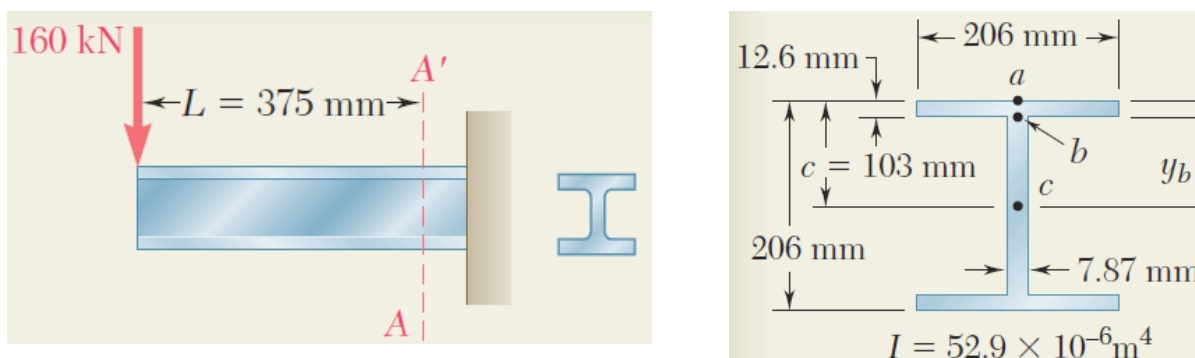

Figura 4.8
4.2.5 Trace o círculo de Mohr do estado de tensão do ponto a e b da Figura 4.8. (slide)